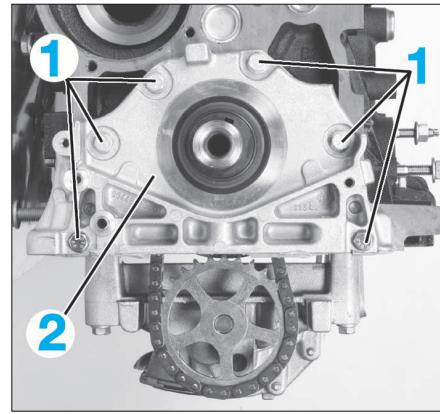
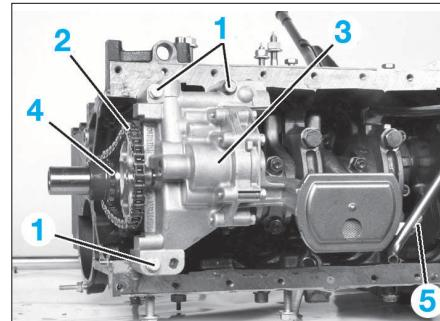

FIG. 24
FIG. 25
- les vis (1) du carter de fermeture (2) côté pompe à huile (Fig.24).
- le carter (2) de fermeture côté pompe à huile.
- la vis (5) de la jauge à huile sur la crépine (Fig.25).
- les trois vis (1) de fixation de la pompe à huile.
- la pompe à huile (3) en même temps que la chaîne (2) et le pignon (4).